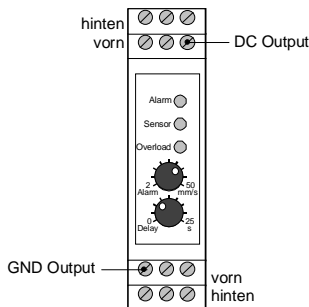

Bild 12: Gleichspannungsausgang
**Gleichspannungsausgang** Neben dem Stromschleifenanschluss hat das M10 einen Gleichspannungsausgang für das Effektivwertsignal. Der Ausgang „DC Output“ führt 10 V am Messbereichsende entsprechend 50 mm/s (100 mm/s bei Sonderversion) beim M10v bzw. 200 m/s2 beim M10a. Folglich ist die Empfindlichkeit 200 (100) mV/mms-1 bzw. 50 mV/ms-2. Der Gleichspannungsausgang ist nicht auf die negative Versorgungsspannung bzw. „GND Input“ bezogen, sondern auf eine intern generierte Mittenspannung, die an der Klemme „GND Output“ anliegt. Bild 12 zeigt die Klemmenbelegung.